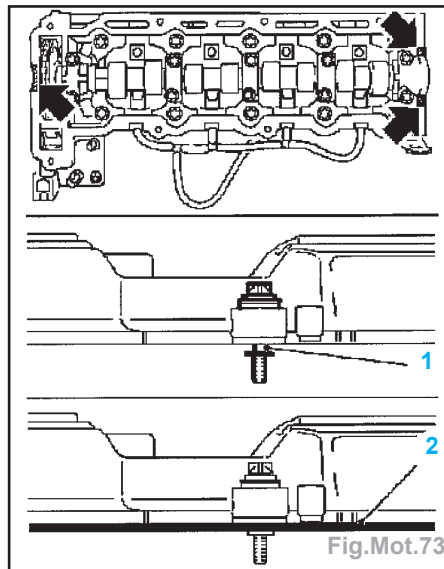

Fig.Mot.73
- Pour la repose du couvre-culasse (Fig. Mot.73) :
- insérer un joint neuf (2) dans l'espace (1) entre le couvre-culasse et la douille,